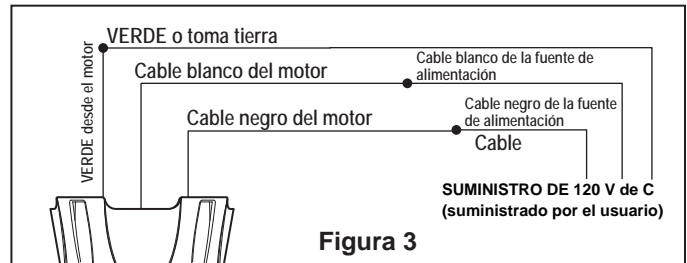
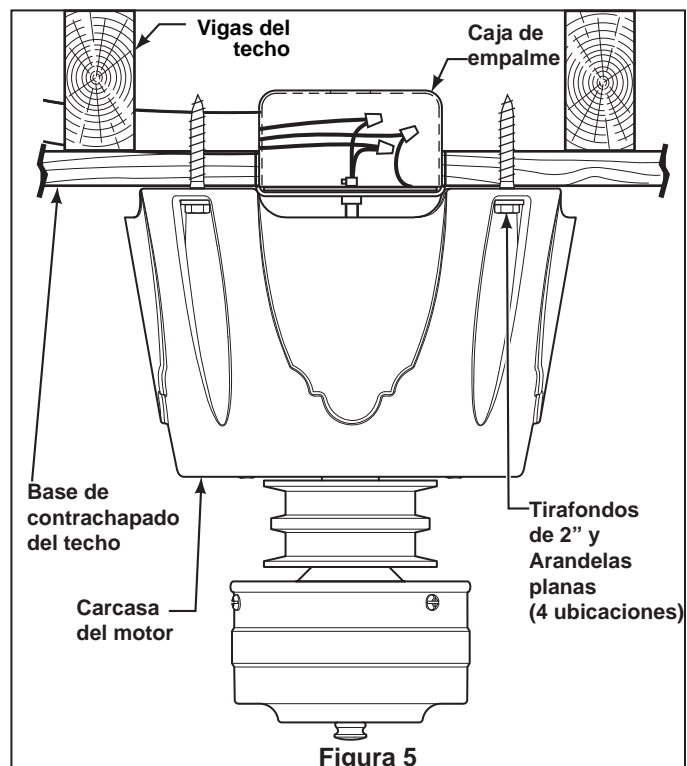

Figura 3
Figura 5
- **Transmisor:** retire la cubierta de la batería. Presione firmemente la flecha que se encuentra debajo y deslice para retirar la cubierta de la batería. Seleccione su opción deslizando los interruptores de código hacia arriba o hacia abajo. La configuración de fábrica es en la posición superior. No utilice esta posición. Con un destornillador pequeño o con una lapicera deslice firmemente hacia arriba o hacia abajo (Figura 5). Vuelva a colocar la cubierta de la batería en el transmisor.
4. Conecte el cable verde de toma de tierra desde el motor del ventilador al conductor de toma de tierra de la fuente de alimentación (éste puede ser un cable desnudo o un cable con una aislamiento de color verde). Conecte los cables a los conectores provistos de forma segura. Conecte el conductor blanco. (Figura 3)
8. provistos de forma segura. Conecte el conductor blanco del motor del ventilador al conductor blanco (neutro) mediante el conector provisto de forma segura. Conecte el conductor negro del motor del ventilador y el conector azul al conductor negro mediante el conector provisto de forma segura. (Figura 3) Cuando haya hecho las conexiones, coloque los cables hacia arriba y empuje la puntas de los cables hacia el interior de la caja de electricidad, con los cables de color blanco y verde en un lado de la caja y el cable de color negro hacia el otro lado. (Figura 5)